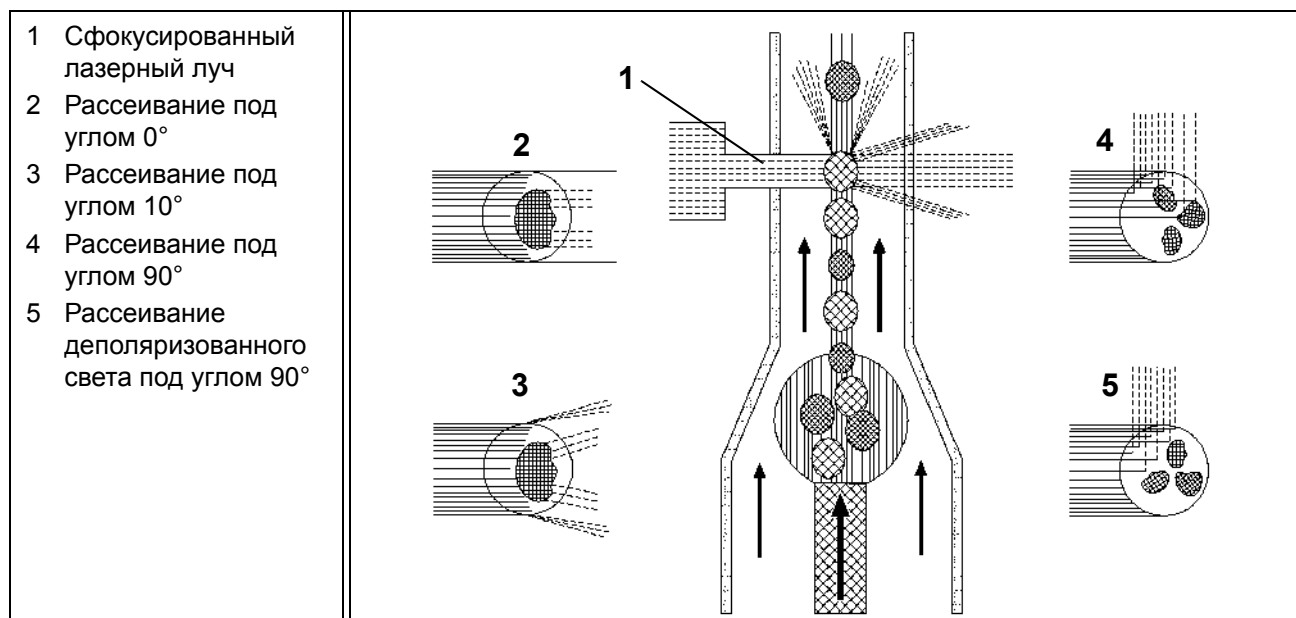

Рисунок 3.3 Рассеивание света лейкоцитами
**Направленный вперед угол рассеивания света** служит для измерения размера клетки. **Боковой угол (перпендикулярный) рассеивания света** служит для исследования поверхности клетки и ее внутренней структуры, но в основном – для измерения внутренней зернистости (гранулярности). Сочетание информации от двух измеренных направлений рассеивания позволяют проводить более точную дифференцировку между популяциями клеток, нежели от одного измерения. (Пример измерения рассеянного света в анализаторе CELL-DYN Ruby представлен на Рисунок 3.3.)